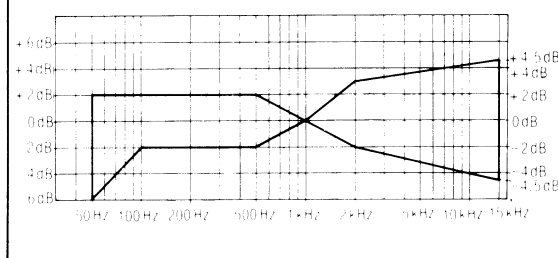

Fig. 14
8. Testband QZZCRX einlegen, und Signale von 50Hz, 100Hz, 200Hz, 500Hz, 1kHz, 4kHz, 8kHz, 10kHz und 15kHz aufzeichnen; Anschliessend die Signale wiedergeben und prüfen, ob die Kurve innerhalb des Bereichs liegt, der im Gesamtfrequenzgang-Diagramm für das CrO₂ Band dargestellt ist. (Fig. 14.)
9. Das Metallband-Referenzleerband (QZZCRZ) einsetzen. Testband QZZCRZ einlegen und Signale von 50Hz, 100Hz, 200Hz, 500Hz, 1kHz, 4kHz, 8kHz, 10kHz und 15kHz aufnehmen. Anschliessend die Signale wiedergeben und prüfen, ob die Kurve innerhalb des Bereichs im Gesamtfrequenzgangdiagramm für Metallband liegt. (Fig. 14.)